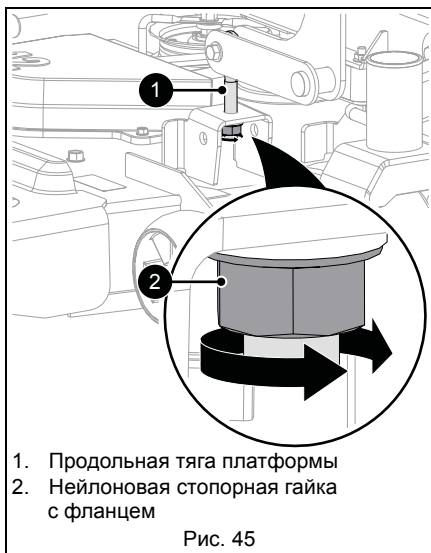

Рис. 45
- Если требуются регулировки, то отрегулируйте затяжку нейлоновой стопорной гайки с фланцем на продольной тяге платформы. Увеличивайте затяжку гайку для подъема платформы; ослабляйте затяжку гайки для опускания платформы. См. Рис. 45.
- Если требуются регулировки, то отрегулируйте затяжку нейлоновой стопорной гайки с фланцем на продольной тяге платформы. Затягивайте гайку для подъема платформы; ослабляйте затяжку гайки для опускания платформы. См. Рис. 45.